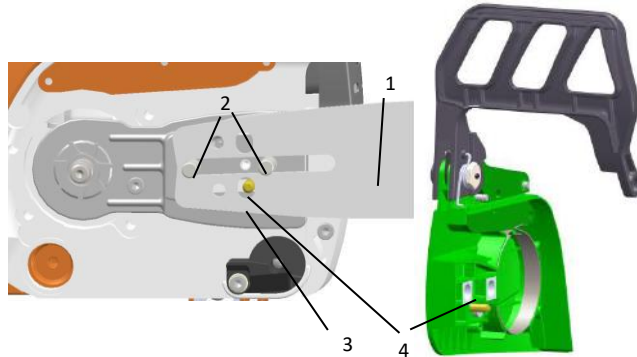

Abb. 1: Träger montieren und Keilriemen einhängen
- > Setzen Sie das Schwert (**1** – Abb. 1) entsprechend einem Sägeschwert zwischen die Schrauben (**2** – Abb.1).
- > Die Bohrung (**3** – Abb.1) im Träger muss in den Mitnehmer vom Kettenspanner gesetzt werden. Dieser ist abhängig vom Motorsägentyp motorseitig oder im Deckel (**4** – Abb.1) montiert.